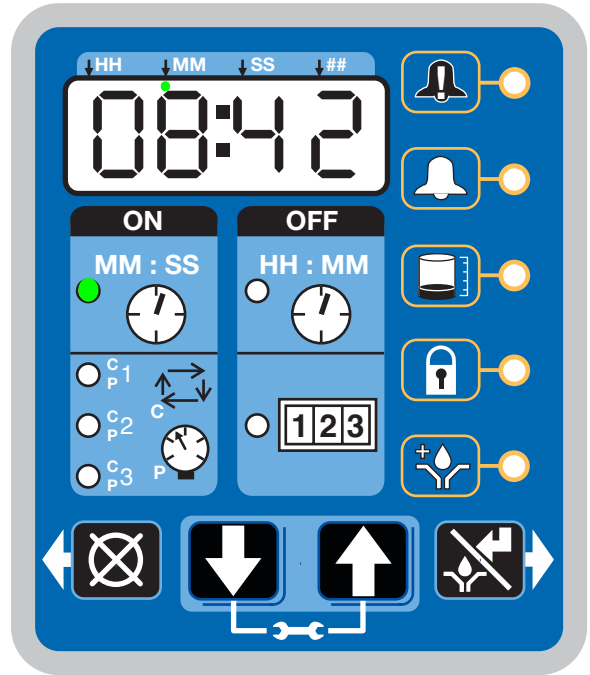

图 42
- 当“关时间”计数达到 0 时，G3 自动润滑泵将泵打开，运行设置好的“开时间”循环（图 42）。
- 图 42 中所示的示例显示了润滑循环结束前 8 分 42 秒的“开时间”。